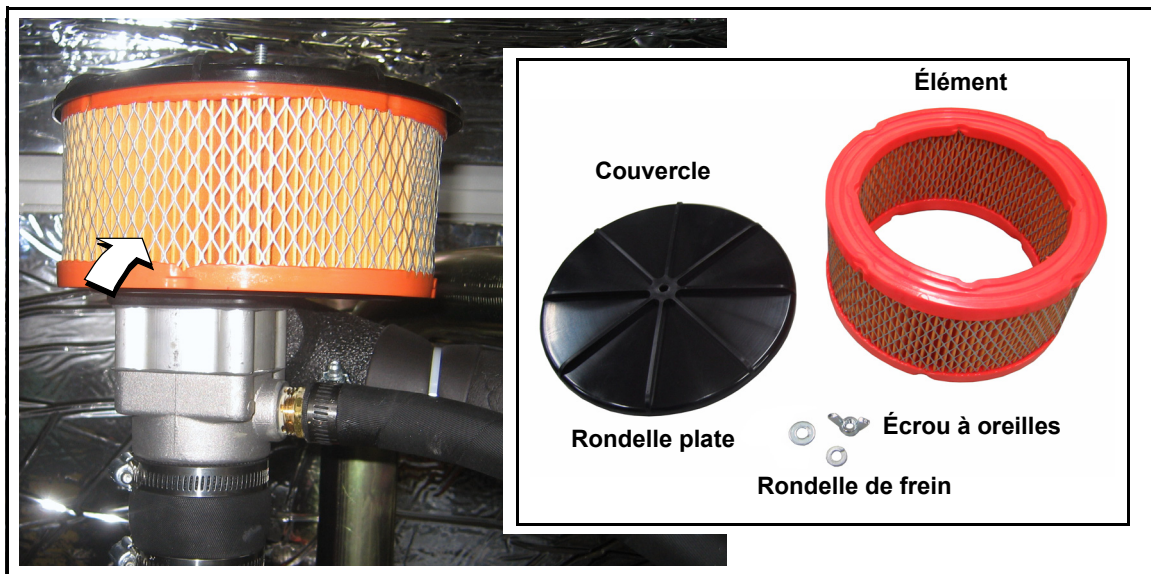

Figure 5-13. Couvercle du filtre à air et élément du filtre
1. Retirez l'écrou à oreilles, la rondelle de frein et la rondelle plate de la tige filetée pour relâcher le couvercle du filtre à air. Voir la Figure 5-13